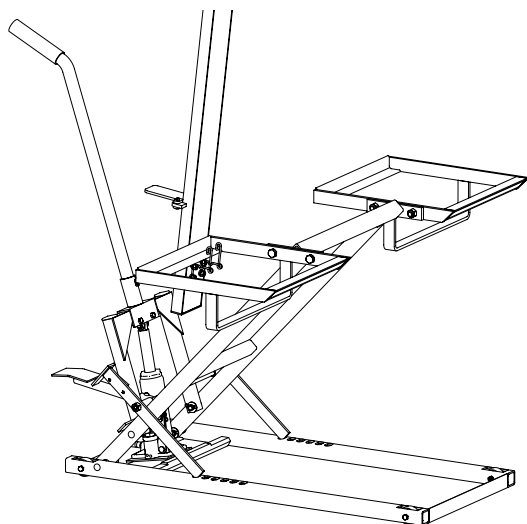
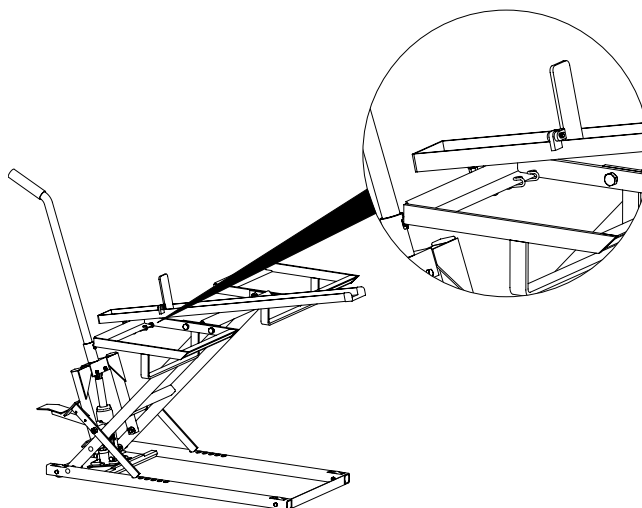

Figura 4: Inicio de la rotación
Figura 5: Captura de los resortes de fijación al final de la rotación
4. Asegúrese de que los resortes queden apoyados contra el soporte de la rueda y gire la vía hacia el frente de la elevadora (vea la figura 4). Cuando las vías de las ruedas giren, el resorte de fijación debería capturar la parte trasera del soporte de la rueda (vea la figura 5).